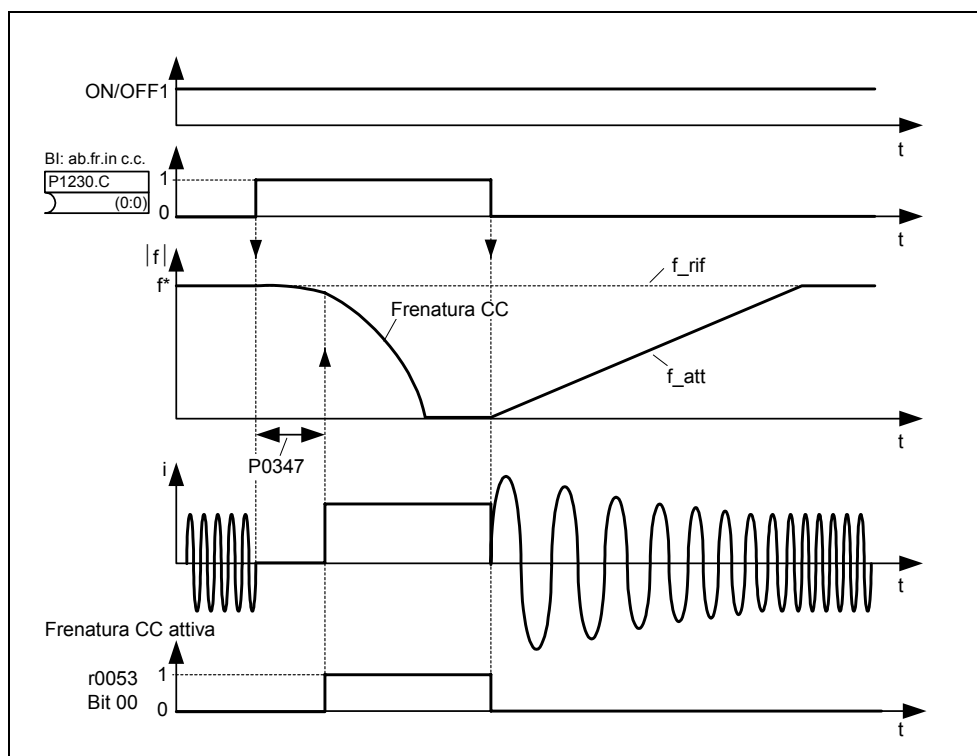

Figura 3-53 Freno in c.c. con selezione esterna
1. Abilitazione e selezione attraverso il parametro BICO P1230 (vedi Figura 3-53)